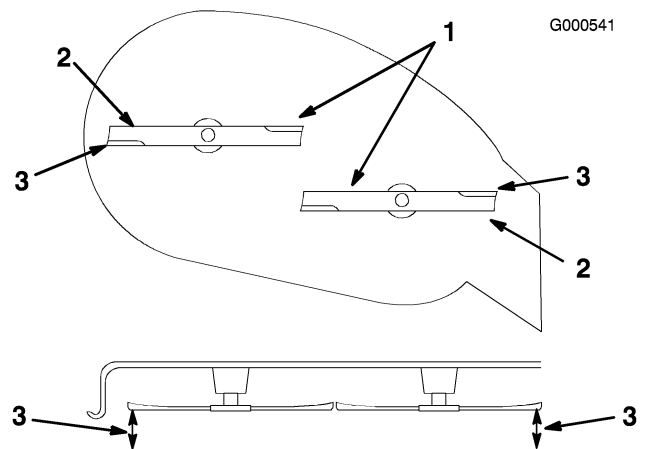

Bild 43
5. Drehen Sie die Schnittmesser vorsichtig von einer Seite zur anderen (Bild 43). Messen Sie den Abstand zwischen den äußeren Schnittkanten und der ebenen Oberfläche (Bild 43). Wenn beide Messwerte nicht innerhalb von 5 mm liegen, ist eine Einstellung erforderlich. Machen Sie mit diesen Schritten weiter.